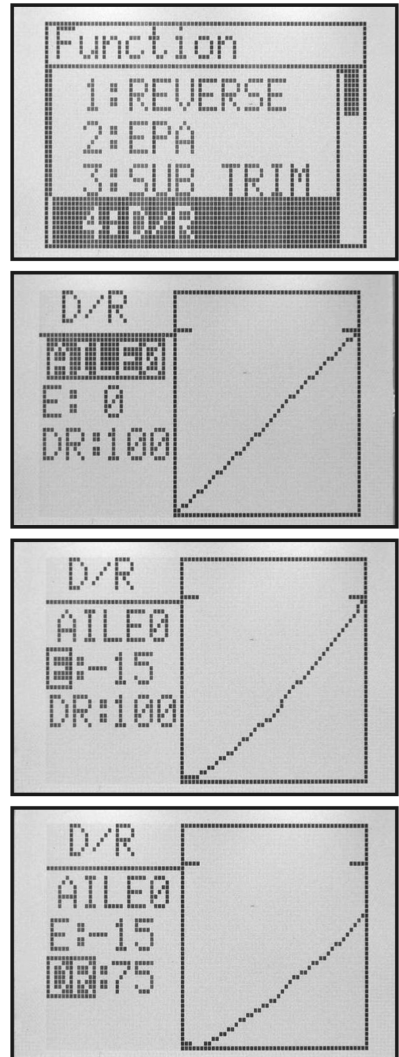

Figure 35
- Appuyez sur la touche « SELECT », afin que le curseur saute vers le bas sur la valeur de saisie Dualrate « DR » (capture d'écran du bas sur la figure 35).